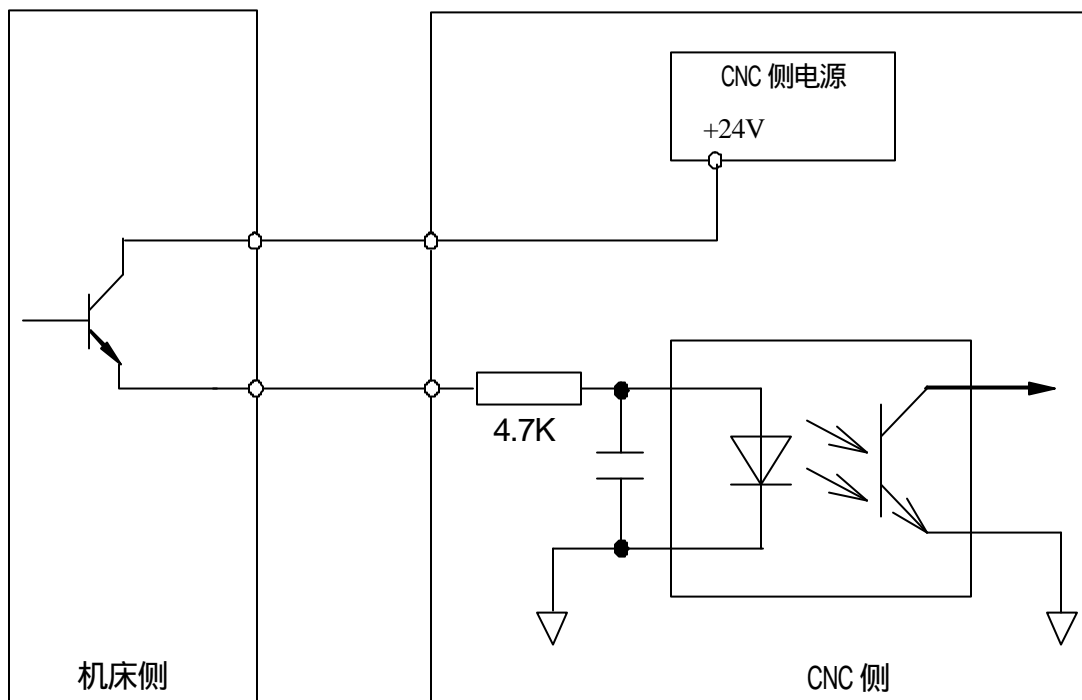

图 4.1.2a
(1) 机床侧的触点应满足下列条件：
(2) 此类信号的信号回路如图4.1.2a或4.1.2b所示。